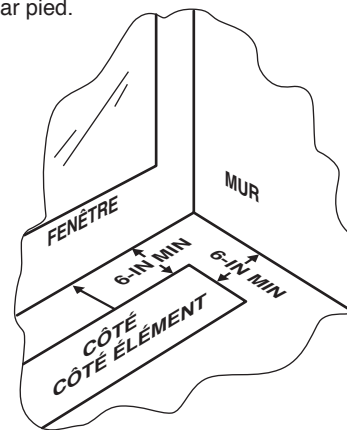

Figure 2A : Dégagement au mur/fenêtre
Tous les côtés de l'appareil de chauffage doivent avoir un dégagement de 6 po par rapport au mur, au minimum. **Note :** le côté élément du chauffage est censé être le plus proche de la fenêtre. Voir figure 2A.
- Les unités sont destinées à un usage au plancher uniquement - référence Fig. 2A.